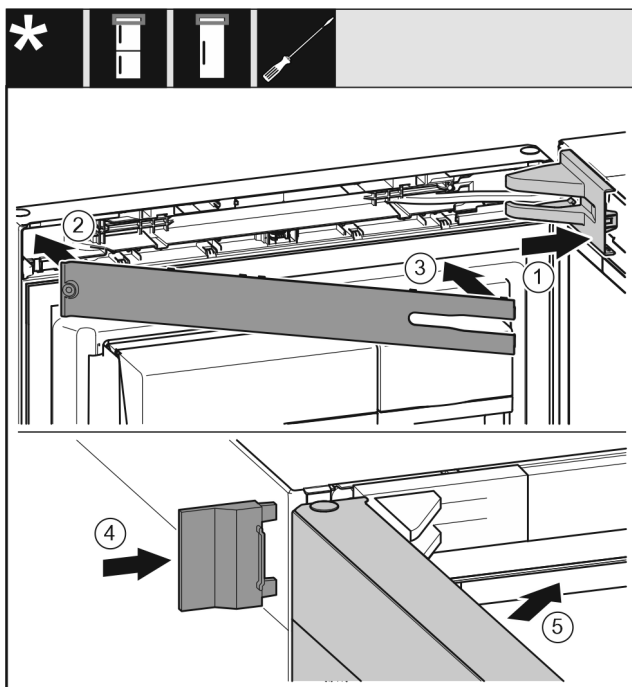

Fig. 73
- ▶ Așezați capacul suportului de lagăr Fig. 73 (1) și fixați în poziție, după caz, despărțiți cu precauție prin apăsare.
- ▶ Aplicați masca Fig. 73 (2).
- ▶ Pivotați spre interior placa Fig. 73 (3) și fixați-o în poziție.
- ▶ Montați capacul exterior Fig. 73 (4).
- ▶ Închideți ușa superioară Fig. 73 (5).